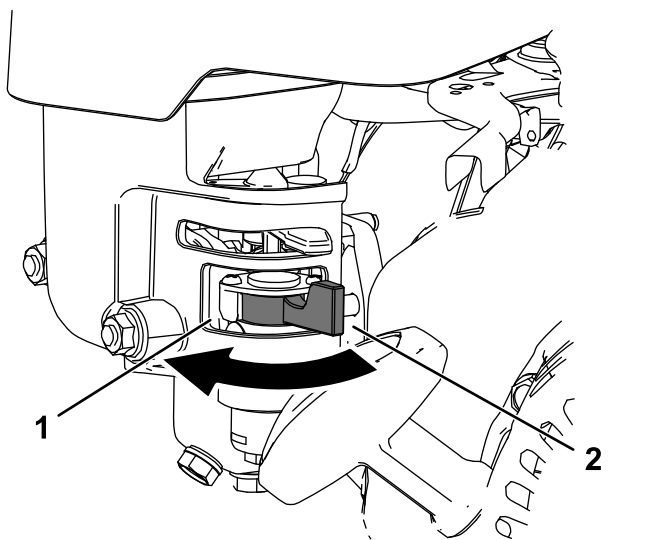

Figura 22
- Per aprire la valvola del carburante, ruotate la leva di chiusura del carburante verso la maniglia di avviamento a strappo (Figura 22).
- Per chiudere la valvola del carburante, ruotate la manopola di chiusura del carburante in direzione opposta rispetto alla maniglia di avviamento a strappo (Figura 22).